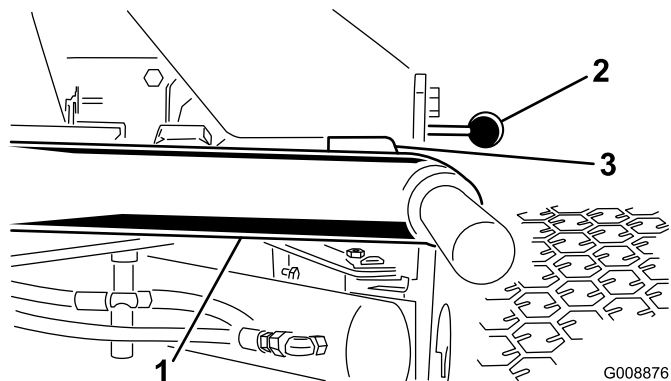

図 10
1. エンジンを始動し、カッティングユニットを上昇させ、各昇降アームとフロアプレート・ブラケットの間のすきまが 5~8 mm になっていることを確認する (図 10)。